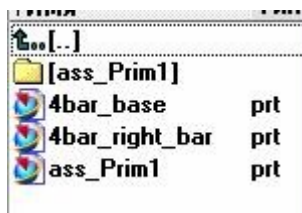
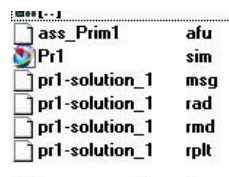

рис.4
рис.5
- Нужно отметить, что для каждого вашего проекта в приложении “Симуляция кинематических механизмов” рекомендуется заранее сформировать **отдельную директорию**. Потом, внутри этой директории, по ходу анализа, будет сформирована еще одна вспомогательная директория – так называемая *Папка симуляции* (рис.4). Внутри этой папки симуляции по ходу анализа система расположит несколько вспомогательных файлов (рис.5). В общем, весь проект нужно хранить в отдельной директории.